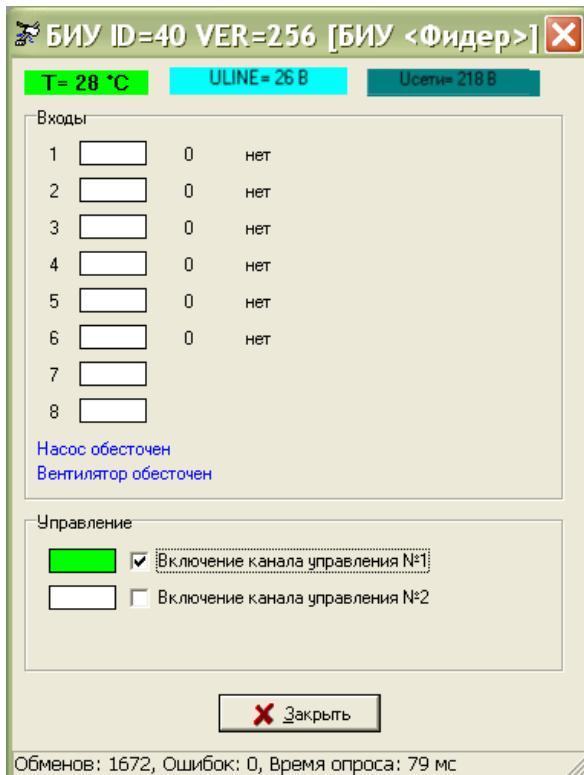

Рисунок 22
- 7) Установить галочку «Включение сигнала управления №1», проверить переключение магнитного пускателя стенда БИУ, световую индикацию «M1» на стенде БИУ, индикацию «Выход 1» на БИУ, отображение зеленым цветом сигнала включения канала 1 в поле «Управление» (рисунок 22).